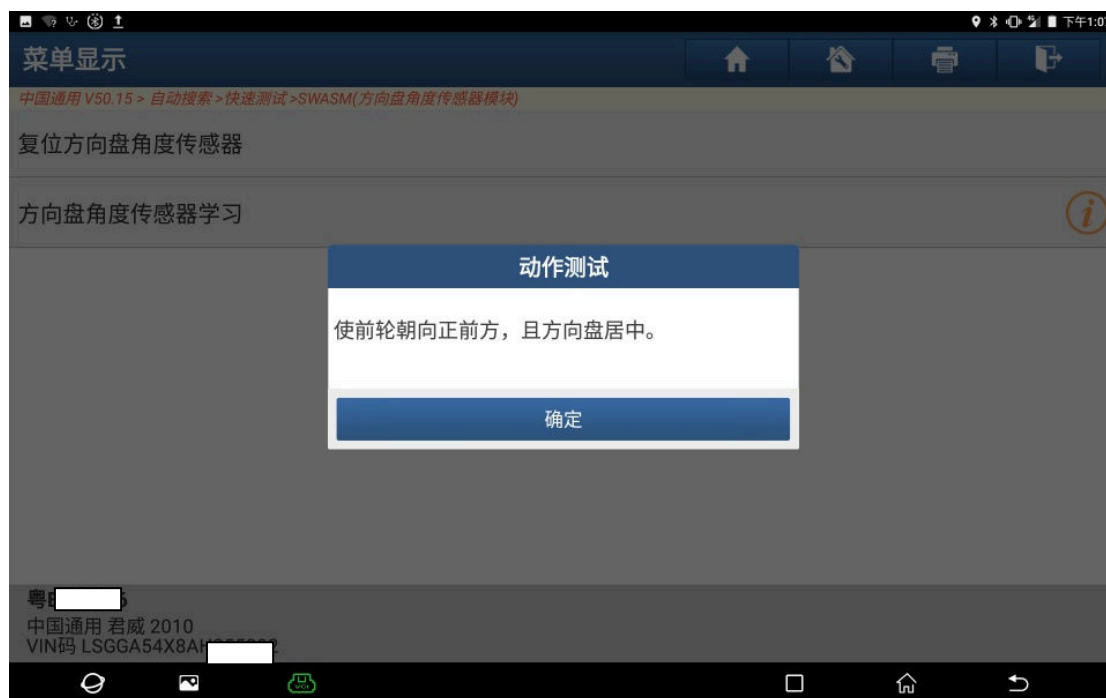

图 10
10). 使车轮朝向正前方, 且方向盘居中, 点“确定”, 如图 10: